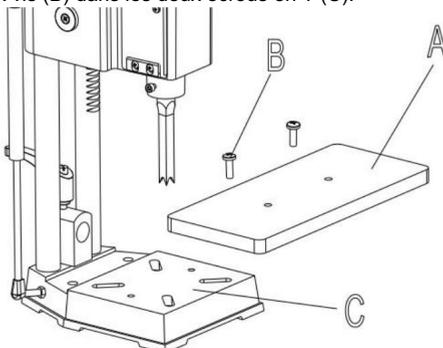

Fig. 6
1. Assemblez la table (A) Fig. 6, à la base à l'aide des deux vis à tête plate M6x1x35mm vis (B) Insérez les deux vis (B) dans les deux trous (D) de la table (A). Placez les deux écrous en T (C) dans les fentes (E) prévues au bas de la base et serrez. Vissez fermement les deux vis (B) dans les deux écrous en T (C).
2. La table (A) Fig. 6, peut être déplacée vers l'intérieur ou vers l'extérieur en desserrant les deux vis (B), et repositionner la table, puis serrer les vis (B).